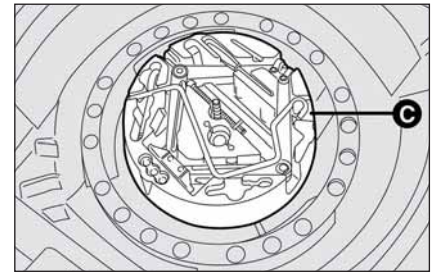

fig. 11
- reinserire nel proprio contenitore **C-fig. 11** il cric parzialmente aperto forzandolo leggermente nella propria sede in modo da evitare eventuali vibrazioni durante la marcia;
- sistemare il contenitore **C-fig. 11**, completo di attrezzi, nel bagagliaio;